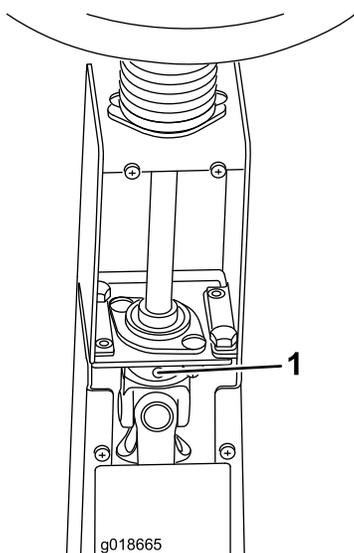

図 11
- ・ ステアリングヘッドピボットのベアリング（図 11）。